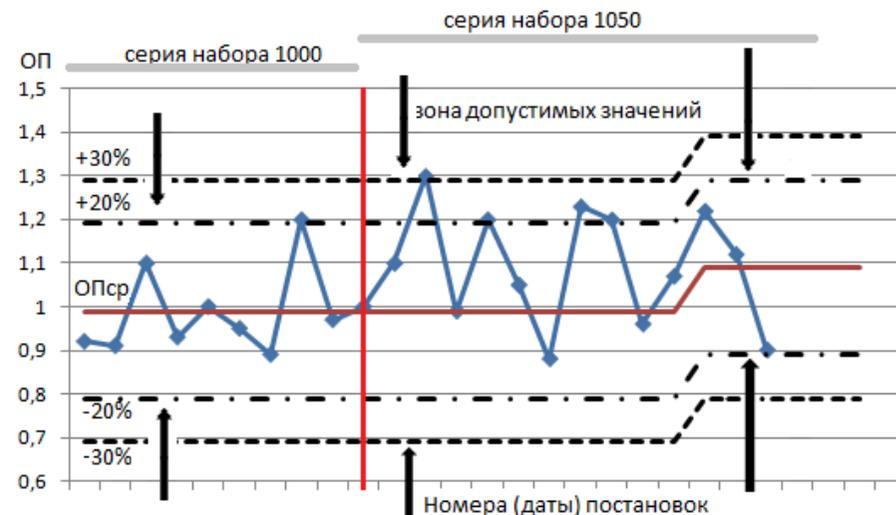

Рисунок 2
12. При переходе с одной серии набора реагентов на другую можно воспользоваться этой же картой, используя зону допустимых значений ОПср ± 30%. При накоплении 10 значений ОП ВЛК анти-ВГС на новой серии набора реагентов пересчитать ОПср ВЛК анти-ВГС и нанести на карту новые линии ОПср и зоны допустимых значений ОПср ± 20% (рисунок 2).